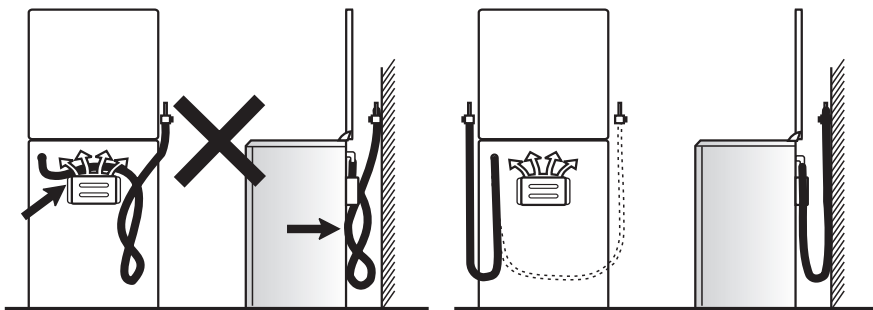

Рис.15
- шланг не должен проходить в зоне горячего воздуха дымохода и касаться задней стенки плиты (рис. 15);
**ПОМНИТЕ:** После установки плиты на место обязательно проверьте положение гибкого шланга подвода газа и шнура питания (рис. 15). Они не должны проходить над дымоходом и касаться задней стенки плиты. Во время работы духовки там возникает большая температура, которая может их повредить.